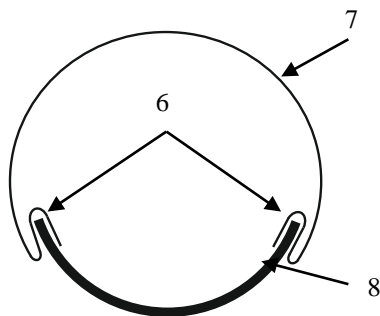

Рисунок 3
8.6.4 Приподняв подвижную крышку (Рис.1 поз.8), вставить защитный экран в пазы крышек, сначала жестко закрепленной, а затем подвижной крышки (Рис.1 поз.9), следя за тем, чтобы края основания вошли в пазы защитного экрана (Рис.3 поз.6).